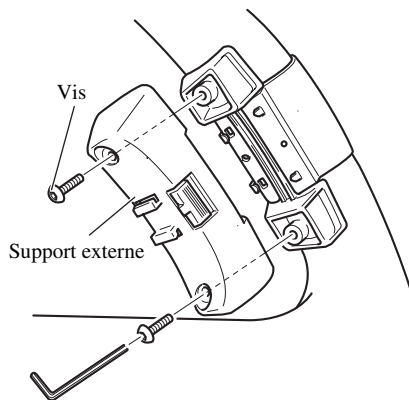

Fig. 9
3. Installer le support externe sur le support interne et fixer avec les vis. (Fig. 9)